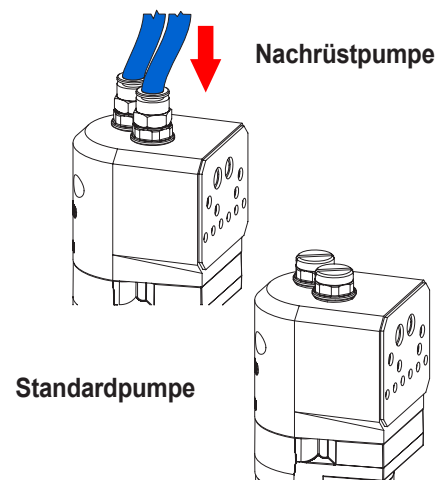

Abbildung 17 Wiederanschießen der Spülluftschläuche
4. Siehe Abbildung 17. Die Baugruppen Fluidisierungsrohr in das Pumpengehäuse installieren. Die Stopfen festziehen, anschließend die Spülluftschläuche wieder anschließen.